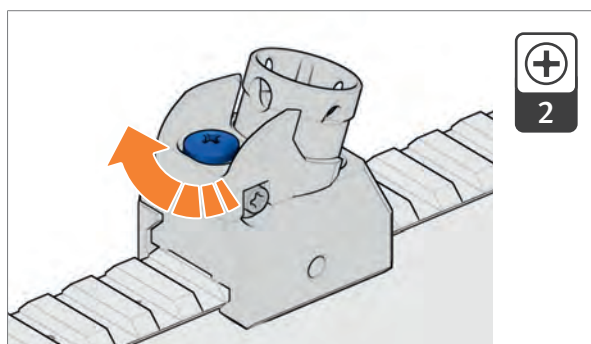

Abb. 83: Feststellschraube festziehen
3. Feststellschraube mit Schraubendreher im Uhrzeigersinn festziehen (Abb. 83).